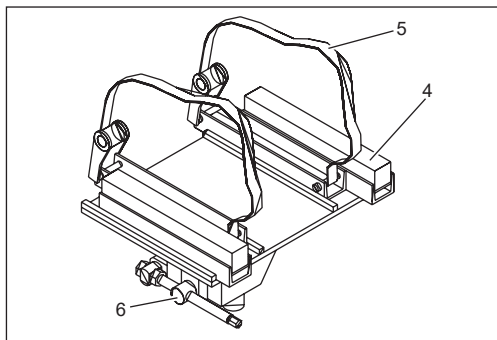

Abb. 7:
- Klemmschrauben der Schieber (Abb. 7/4) lösen